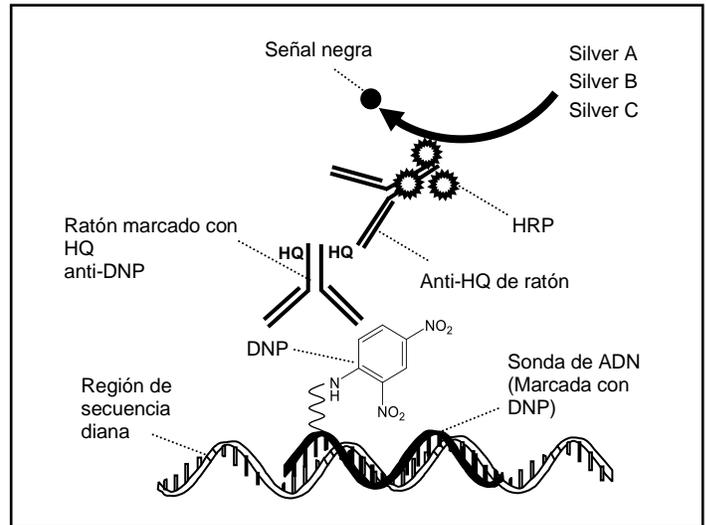

Figura 1. VENTANA Silver ISH DNP Detection
VENTANA Silver ISH DNP Detection Kit detecta las sondas marcadas con DNP que se han unido a una secuencia específica en secciones de tejido fijado con formol y embebido en parafina (FFPE). El kit de detección contiene un anticuerpo primario y un anticuerpo secundario marcado con enzimas conjugado con peroxidasa de rábano (HRP), que se utiliza como enzima cromogénica. Durante el procedimiento de tinción de la hibridación *in situ*, las sondas marcadas con DNP se cohibridan con sus respectivas secuencias de ADN diana específicas dentro del núcleo celular. VENTANA Silver ISH (SISH) DNP Detection Kit contiene los siguientes dispensadores: anticuerpo primario anti-DNP de ratón marcado con hidroxiquinoxalina (HQ), anticuerpo secundario anti-HQ de ratón conjugado con peroxidasa de rábano (HRP), Chromogen A (Silver A), Chromogen B (Silver B) y Chromogen C (Silver C). Tras la incubación con el anticuerpo primario anti-DNP de ratón marcado con HQ y después con el conjugado de anticuerpo secundario anti-HQ de ratón conjugado con HRP, se produce la reacción SISH. En resumen, la incorporación secuencial de los cromógenos A (acetato de plata), B (hidroquinona) y C (H₂O₂) es la que origina esta reacción. Aquí, la hidroquinona reduce a los iones de plata (Ag⁺) a átomos de plata metálica (Ag⁰). El sustrato de HRP y el peróxido de hidrógeno (Chromogen C) favorecen la reacción. La reacción SISH se ilustra en la Figura 1. A continuación es necesaria la contratinción de la muestra con Hematoxylin II para poder llevar a cabo la interpretación mediante microscopía óptica.